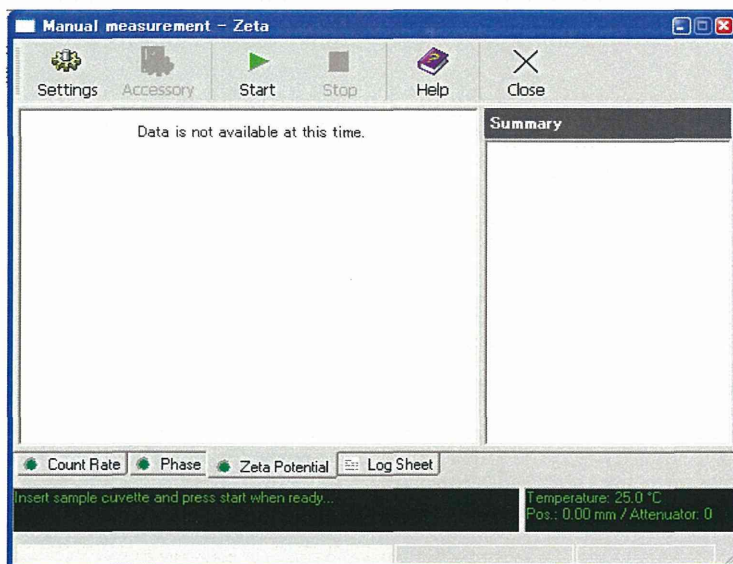

Fig. 11 測定開始画面
- 10 これらの設定が終わったら、『OK』をクリックし、以下の Fig. 11 の画面を得るので、『Start』をクリックし、測定を開始する。